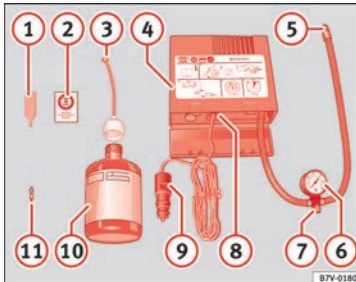

Fig. 57 Representación estándar: contenido del kit antipinchazos.
• Desenrosque la caperuza y el obús de la válvula del neumático. Utilice el aparato » fig. 57 ① para extraer el obús. Colóquelo en una superficie limpia.
- Agite con fuerza la botella de sellante de neumáticos » fig. 57 ⑩.
- Enrosque el tubo de inflado » fig. 57 ③ en la botella de sellante. El precinto de la botella se romperá automáticamente.
- Retire el tapón del tubo de llenado » fig. 57 ③ y enrosque el extremo abierto del tubo en la válvula del neumático.
- Vuelva a colocar el obús con el aparato » fig. 57 ① en la válvula del neumático.
- Enrosque el tubo de inflado del neumático del compresor » fig. 57 ⑤ en la válvula del neumático.
- Compruebe que el tornillo de evacuación de aire está cerrado » fig. 57 ⑦.
- Acople el conector » fig. 57 ⑨ a toma de corriente de 12 voltios del vehículo » pág. 142.
- Conecte el compresor de aire con conmutador ON/OFF » fig. 57 ⑧.